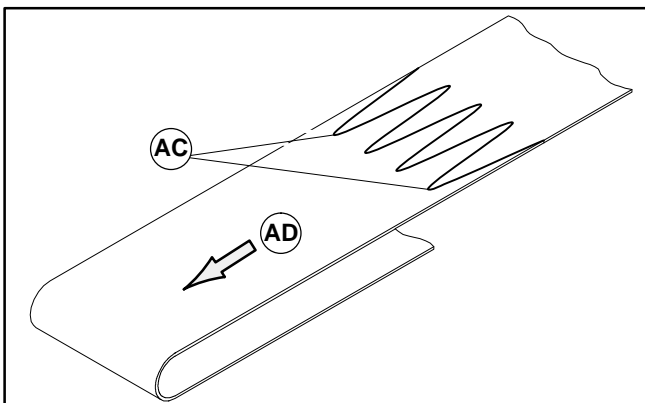

Abbildung 25
- Das Förderband so ausrichten, daß die Spitzen der Gurtspleißung AC (siehe Abbildung 25) in die Laufrichtung des Gurtes weisen AD).
- Das Förderband so ausrichten, daß die Spitzen der Gurtspleißung AC (siehe Abbildung 25) in die Laufrichtung des Gurtes weisen (AD).